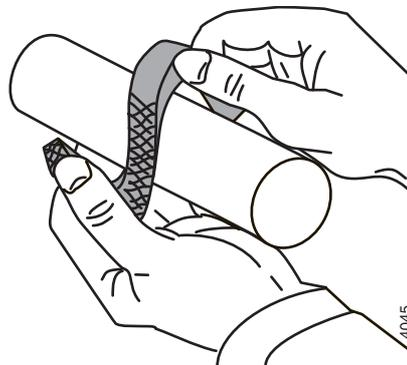

Abbildung 7: Axiales Aufbiegen der Stopfbuchspackungen.
- Die neuen Stopfbuchspackungen axial aufbiegen. Siehe Abbildung 7.